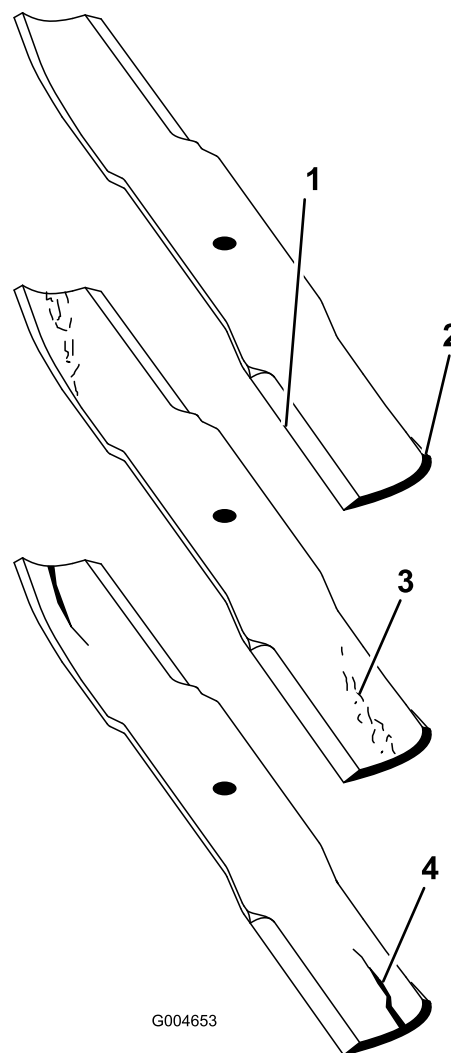

Figura 93
2. Verificate accuratamente i taglienti, con particolare attenzione ai punti d'incontro delle sezioni piatta e curva della lama (Figura 93). Sabbia e materiali abrasivi possono consumare il metallo che connette le sezioni piatta e curva della lama, per cui si consiglia di controllare la lama prima di usare il tosaerba. Se riscontrate segni di usura (Figura 93), sostituite la lama.
Se continuate ad usare la lama usurata, si forma una scanalatura tra la costa e la sezione piatta della lama (Figura 93). Alla fine, un pezzo di lama può staccarsi e venire lanciato dal sottoscocca, con il rischio di ferire gravemente voi o gli astanti.